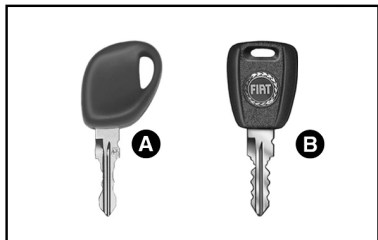
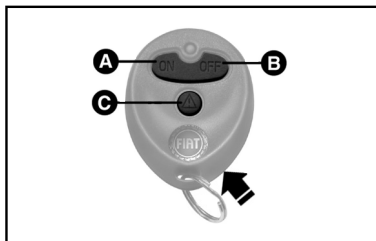
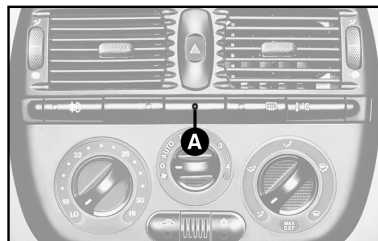

fig. 1
fig. 3
fig. 4
- uma chave **A** e duas chaves **B** (fig. 1), quando o veículo não possui telecomando;
- uma chave **A**, duas chaves **B** (fig. 1) e dois chaveiros **C** (fig. 3), quando o veículo estiver equipado com telecomando e/ou alarme eletrônico.
Esta função só é possível nos veículos dotados de chaveiro telecomando (**fig. 3**).
- Para realizar o travamento remoto das portas e, em algumas versões, o levantamento dos vidros elétricos, pressionar o botão **“ON”** (**A-fig. 3**).
- Para destravar as portas (para o Marea Weekend, também a tampa do porta-malas), apertar o botão **“OFF”** (**B-fig. 3**). As luzes de direção piscam uma vez.
Esta função só é possível nos veículos dotados de chaveiro telecomando (fig. 3).
- Com a ignição desligada, e pressionando o botão **C-fig. 3** do chaveiro telecomando, a buzina irá tocar 5 vezes e as luzes de direção irão piscar durante 15 segundos (versões sem alarme). Pressionando novamente a tecla **C**, o processo é interrompido antes dos 15 segundos.
Para veículos com alarme, ao acionar o botão **C-fig. 3**, a sirene é acionada durante 5 segundos e as luzes de direção irão piscar durante 15 segundos. Ao ser interrompida a função localizadora, o estado do alarme permanecerá o mesmo.
O alarme eletrônico é comandado pelo receptor localizado na caixa de iluminação interna dianteira e é ativado pelo telecomando incorporado no chaveiro **fig. 3**.
Para acionar o alarme eletrônico: pressionar o botão “ON” **A-fig. 3** do chaveiro telecomando. O acionamento trava as portas, eleva os vidros (em algumas versões) e coloca em funcionamento o alarme. É emitido um bip sonoro e as luzes de direção se acendem por 4 segundos. O led **A-fig. 4** lampeja durante todo o tempo em que o alarme estiver acionado.
Para desligar o alarme: pressionar o botão “OFF” **(B-fig. 3)** do chaveiro telecomando. São emitidos dois bips e as setas lampejam por duas vezes. As portas se destravam e a luz interna dianteira se acende gradualmente, apagando-se após 7 segundos, desde que nenhuma porta tenha sido aberta ou novo travamento tenha sido comandado pelo telecomando.
Proceder do seguinte modo: após o toque no botão “ON” **(A-fig. 3)** do chaveiro telecomando, apertar o botão **C**, antes do término dos 4 segundos das setas.
O led **A-fig. 4** no painel de instrumentos e as setas se apagam para confirmar a exclusão.
Para restabelecer a vigilância volumétrica, apertar o botão “OFF” **(B-fig. 3)** e duas vezes o “ON” **(A-fig. 3)**.
O telecomando possui 3 botões e um led. O botão “ON” **(A-fig. 3)**, ao ser pressionado, trava as portas, fecha os vidros (em algumas versões) e aciona o alarme. O botão “OFF” **(B-fig. 3)**, desativa a função atual, alarme ou travamento das portas. O botão **C-fig. 3**, comanda a função de localização e exclusão da proteção volumétrica. O alcance do telecomando pode variar de 3 a 5 metros, dependendo do estado da bateria.
Se, apertando o botão do telecomando, o led existente no mesmo emitir somente um lampejo, ou o led **A-fig. 4** no painel de instrumentos permanecer aceso com luz fixa até
o desligamento do alarme, é necessário substituir a pilha por outra do mesmo tipo. Para tanto, abrir a capa de plástico com uma chave de fenda introduzida na sede indicada pela seta **fig. 3**. Colocar a nova pilha seguindo as polaridades indicadas. Fechar a capa de plástico.